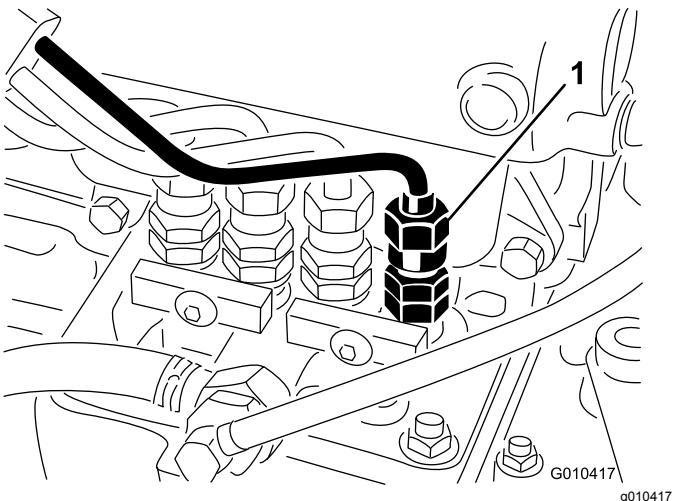

Figura 35
1. Liberte a tubagem que se encontra ligada ao injetor n.º 1 e à estrutura de suporte da bomba de injeção (Figura 35).